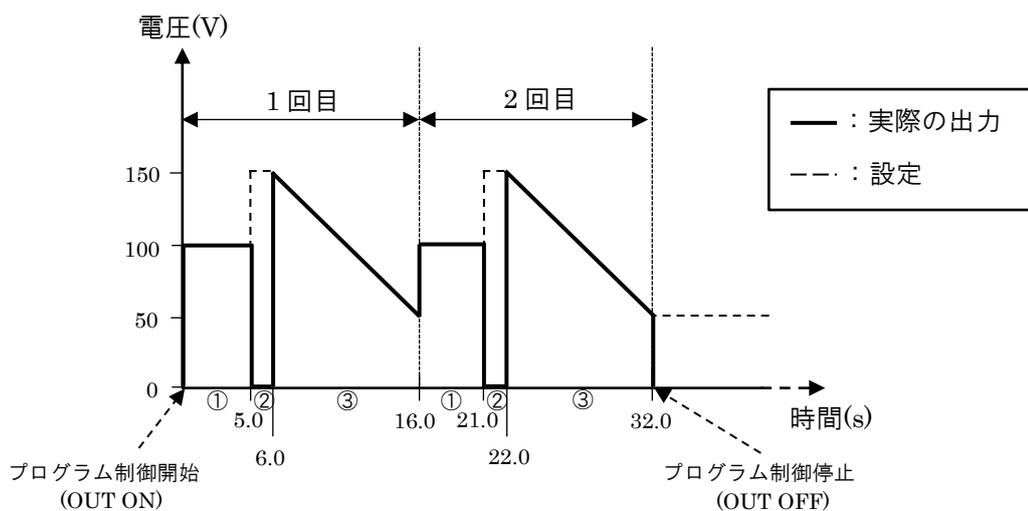

図 8-13 プログラム制御実行結果例
※図 8-13 の①～③は図 8-12 の 1～3 行を示しています。
(2) 行 No.1 の実行(図 8-13 ①部分)
(3) 行 No.2 の実行(図 8-13 ②部分)
(4) 行 No.3 の実行(図 8-13 ③部分)